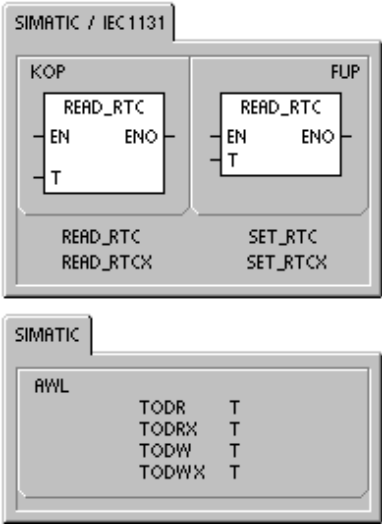

Bild 6-4 Format des 8-Byte-Zeitpuffers (T)
Sie müssen alle Datum- und Zeitwerte im BCD-Format codieren (z.B. 16#97 für das Jahr 1997). Bild 6-4 zeigt das Format des 8-Byte-Zeitpuffers (T).